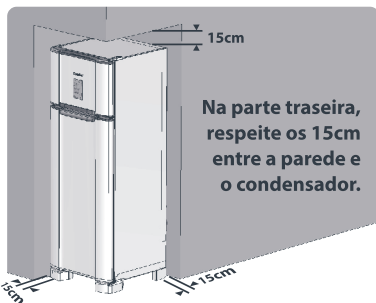

Fig. 1
**Não instale o refrigerador ao ar livre;** Deverão ser respeitadas as distâncias mínimas recomendadas (15cm) para ventilação do refrigerador (Fig. 1).